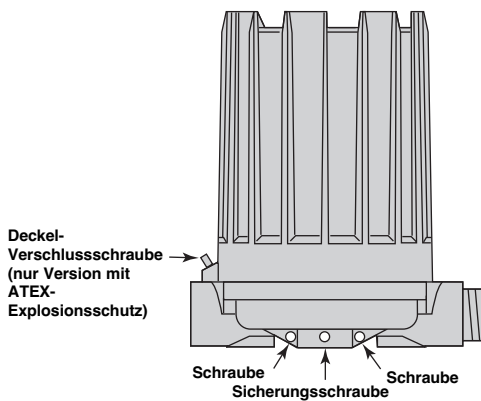
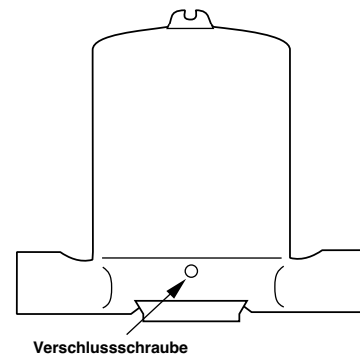

Abbildung 3
Abbildung 4
1. Lösen Sie die Sicherungsschraube(n) an der Unterseite des Schaltergehäuses. Siehe Abbildung 3.
VORSICHT: Versuchen Sie NICHT, den Deckel der nach ATEX druckfest gekapselten Gehäuse abzuschrauben, bevor die Verschlusschraube im Deckel (Abb. 3 – ATEX-Version aus Aluminiumguss) oder an der Unterseite (Abb. 4 – ATEX-Version aus Gusseisen) des Gehäuses gelöst wurde. Die Verschlusschraube muss IMMER angezogen werden, nachdem der Deckel ersetzt wurde.